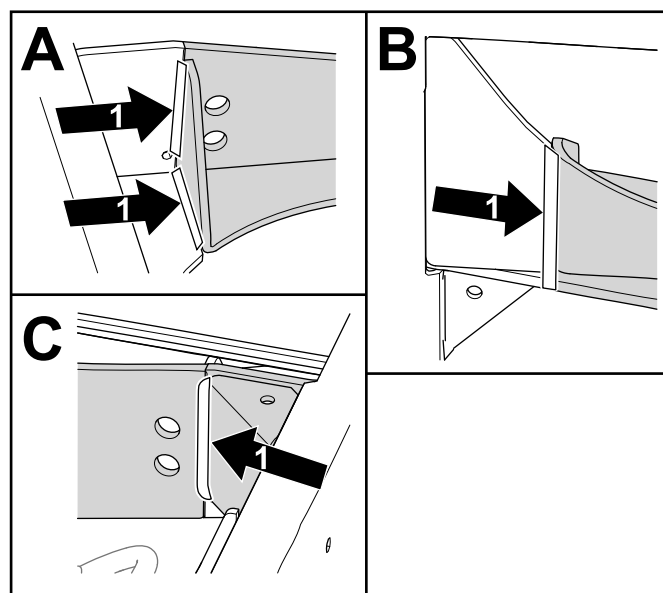

Figure 15
1. Soudez le support d'essieu sur le cadre aux emplacements indiqués à la Figure 15. Répétez la procédure de l'autre côté.